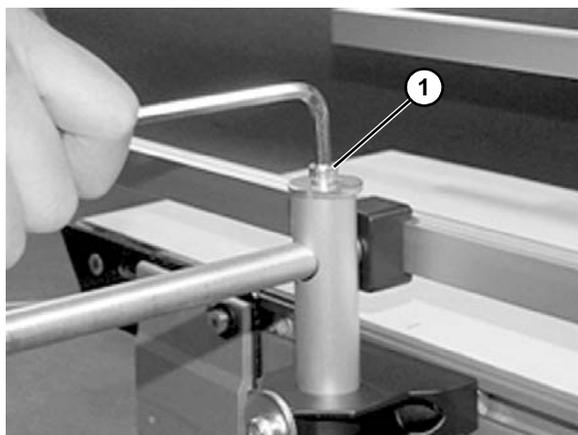

Figure 22
6. Régler la largeur à l'aide de la vis supérieure (**Figure 22, élément 1**).